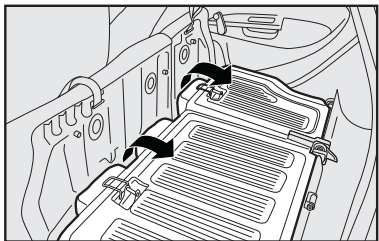

fig. 89
1) Rebater para trás o banco traseiro completo **fig. 89**.